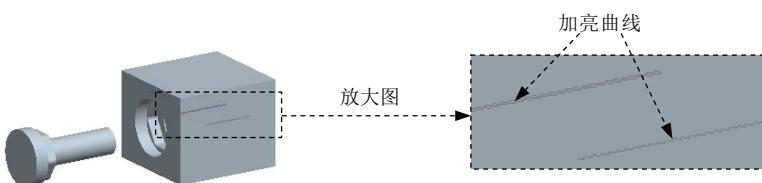

图 24.14 加亮曲线
Step2. 选取静态零件。在系统 的提示下，将鼠标指针移至模型中并右击，选取快捷菜单中的 **从列表中拾取** 命令。在系统弹出的“从列表中拾取”对话框中，单击列表中的统计零件 **BOLT_MOLDING.PRT**，然后单击 **确定 (①)** 按钮。
Step3. 此时，在系统信息区中提示 **• 检查移动零件UPPER__MOLD_VOL与固定零件BOLT_MOLDING的干涉...**。一段时间后，模型中出现加亮曲线，指示图 24.14 所示的干涉位置。